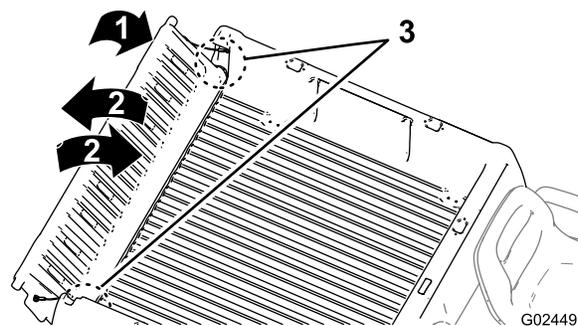

Figure 14
- B. Faites pivoter le panneau arrière à environ 45° (Figure 14).
- C. Faites pivoter le panneau arrière d'avant en arrière en l'agitant légèrement quelques secondes (Figure 14).